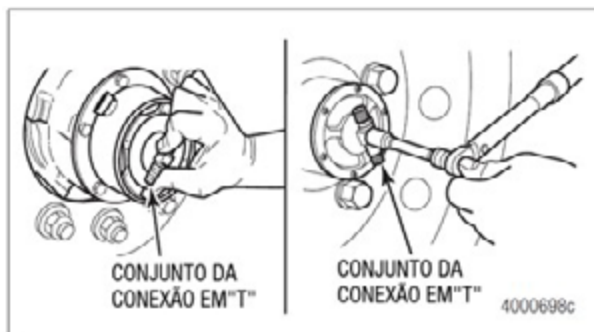

Figura 2.48
4. Aperte manualmente a montagem da conexão em "T". Depois, aperte a conexão em "T" com um torquímetro ajustado para 5 Nm (45 lb in). Verifique o alinhamento das ligações de ar da conexão em "T" com as válvulas de pneu. Se estiver alinhado, vá para o passo 6. Se não estiver alinhado, aperte novamente a conexão em "T" com um torquímetro ajustado para 6 Nm (55 lb-in) e ajuste até que esteja alinhado. Não exceda 6 Nm (55 lb-in). Se ainda não estiver alinhado, repita o passo 5. Figura 2.48.